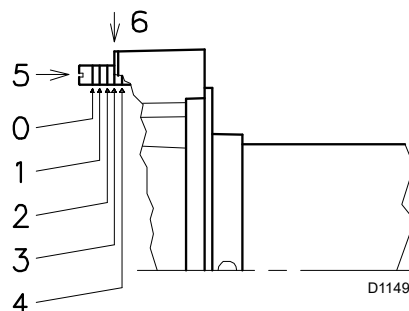
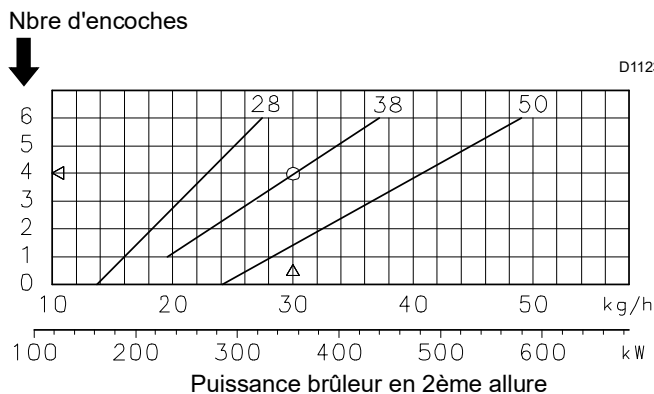

Fig. 18
Fig. 19
- Tourner la vis 5)(Fig. 18) jusqu'à faire coïncider l'encoche indiquée par le diagramme (Fig. 19) avec le plan avant de la bride 6)(Fig. 18).
- D'après le diagramme (Fig. 19), il résulte que, pour ce débit, la régulation de la tête de combustion doit être effectuée sur l'encoche 4 comme en Fig. 18.